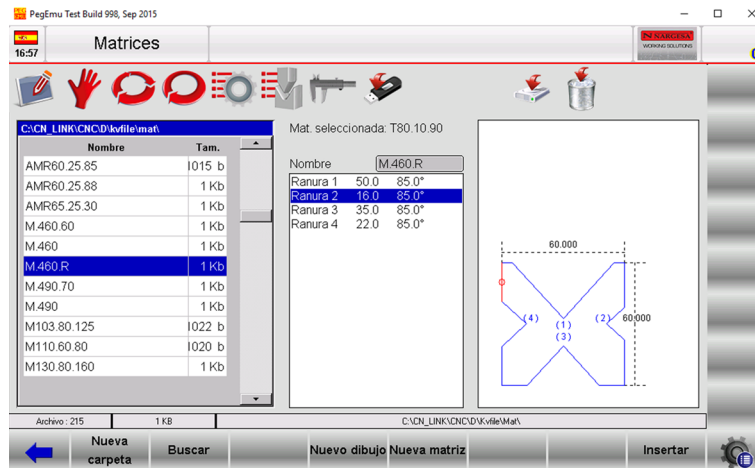

Figura 21 Página de la lista de matrices para mostrar el procedimiento de inserción en un programa
- Insertar la **Matriz** a utilizar tocando con el dedo en el campo correspondiente. Al hacerlo, se abre la lista de matrices existentes. Tras seleccionar la matriz deseada se debe presionar el botón **[Insertar]**, tal como se muestra en la Figura 21.